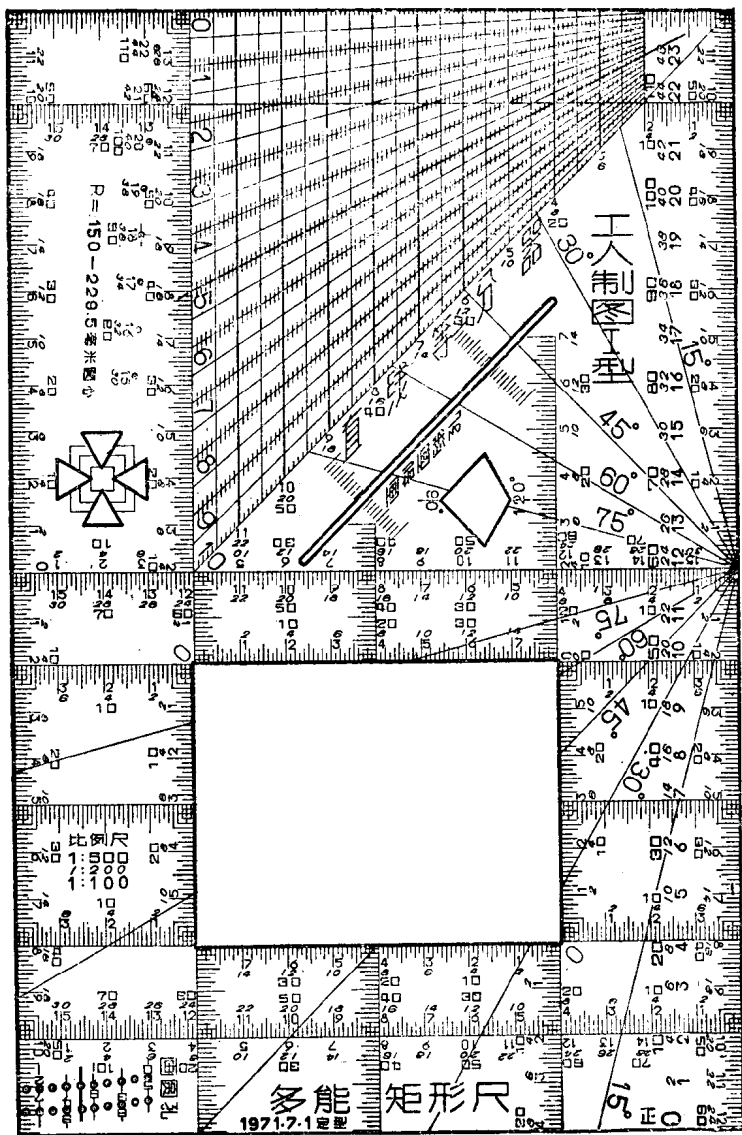

图 1
1. 多能矩形尺(图1)
在注有“R = 150~229.5 毫米圆心”字样的右端,有四个三角形孔,即为画加工符号用的孔(图 1)。四个三角形孔沿四个方